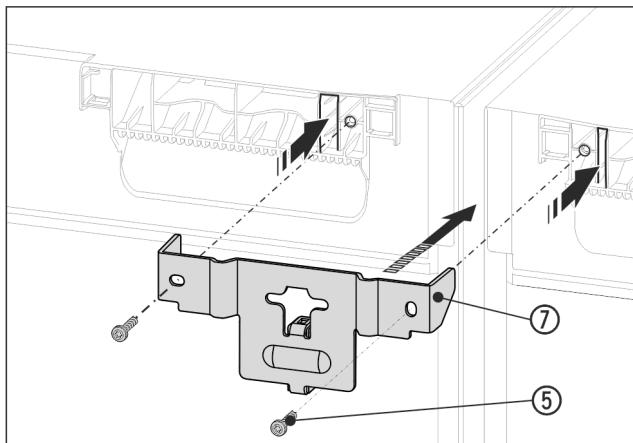

Fig. 15 例图
- ▶ 使用间隔垫片将角 Fig. 15 (7)推入设备之间，并使用接片将其推入设备盖板中。使用两颗螺栓 Fig. 15 (5)紧固。